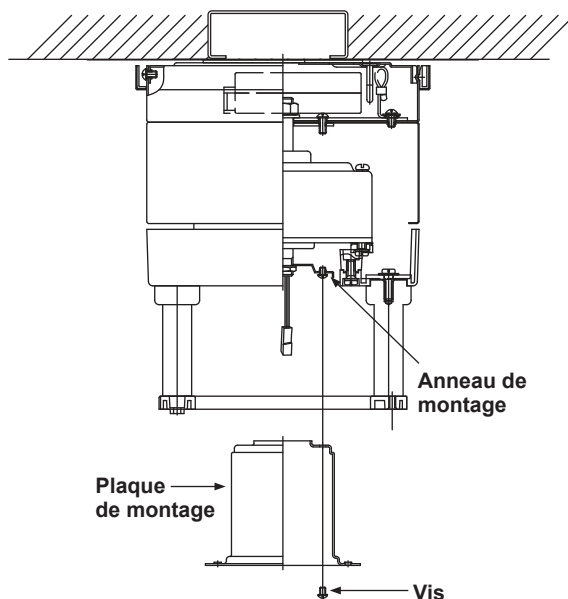

Figure 10
2. Placez les trous de serrure sur la plaque de montage sur les 2 vis précédemment desserrées de la bague de montage, tournez la plaque de montage jusqu'à ce qu'elle se verrouille en place sur la section étroite des trous de serrure. Fixez en serrant les 2 vis précédemment desserrées et celle qui a été précédemment retirée. (Fig. 10)
2. Soulevez et maintenez le kit d'éclairage à LED près de la plaque de montage et procédez au raccordement des fils. Effectuez les connexions des fils à 2 broches : (Fig. 10)
3. Placez les trous de serrure du kit d'éclairage à LED sur les 2 vis précédemment desserrées de la plaque de montage, tournez le kit d'éclairage jusqu'à ce qu'il se verrouille en place sur la section étroite des trous de serrure. Fixez en serrant les 2 vis précédemment desserrées et celle qui a été précédemment retirée. (Fig. 10)